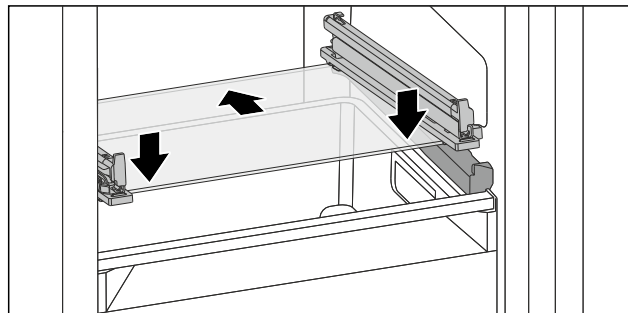

Fig. 71 Стеклянная пластина откидного выдвижного ящика
- ▶ Наклоняя вниз, установите стеклянную пластину за стопоры. (см. Fig. 71)